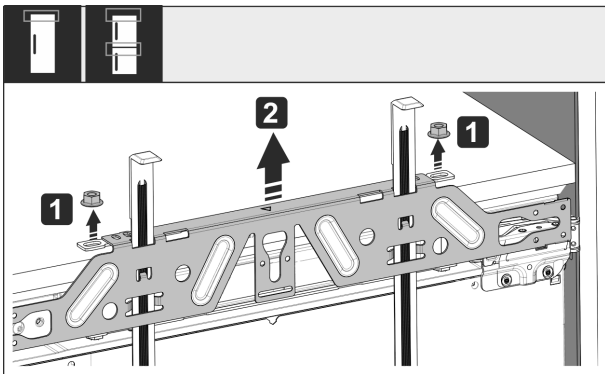

Fig. 54
- ▶ Povolte pojistné matice Fig. 54 (1).
- ▶ Sejměte upevňovací příčník Fig. 54 (2).